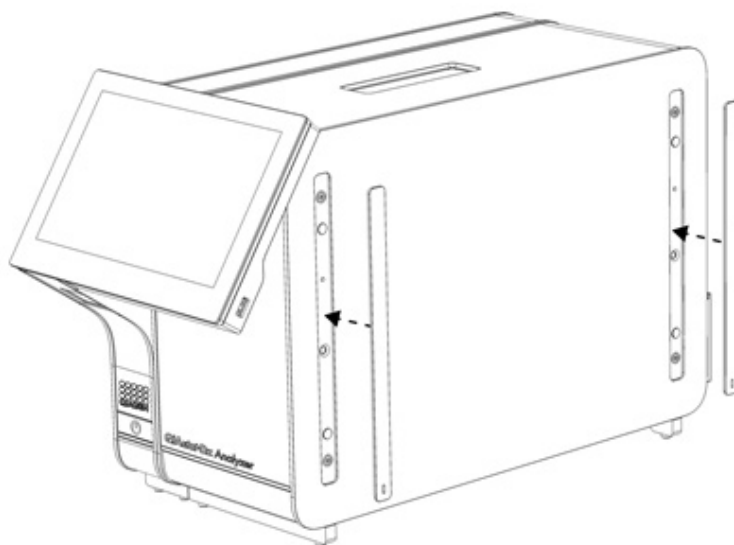

Bild 7. Sätta tillbaka skyddshöljen.
4. Sätt tillbaka skyddshöljerna på sidorna av den analytiska enheten (bild 7).